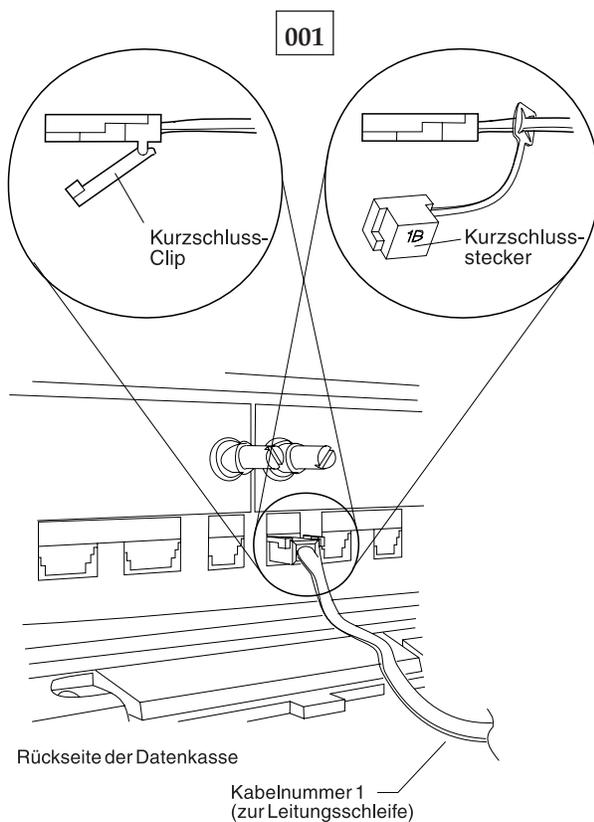

Abbildung 37. Leitungsschleifenkabel 1 für Datenkasse Mod1 und Kurzschluss-Stecker 1B
Ist das Leitungsschleifenkabel an die Leitungsschleifenkabelbuchse dieser Datenkasse Mod1 angeschlossen? Siehe Abb. 37 auf Seite 517.
- Den Kurzschluss-Stecker 1B an das kassenzugewandte Kabelende anschließen. Siehe Abb. 37 auf Seite 517.